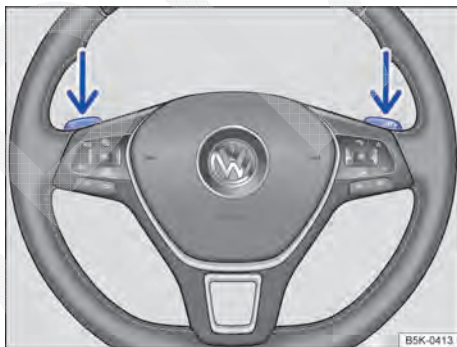

Fig. 128 Volante com seletores basculantes do Tiptronic.
- Puxar o seletor basculante direito → Fig. 128 na direção do volante para aumentar a marcha.